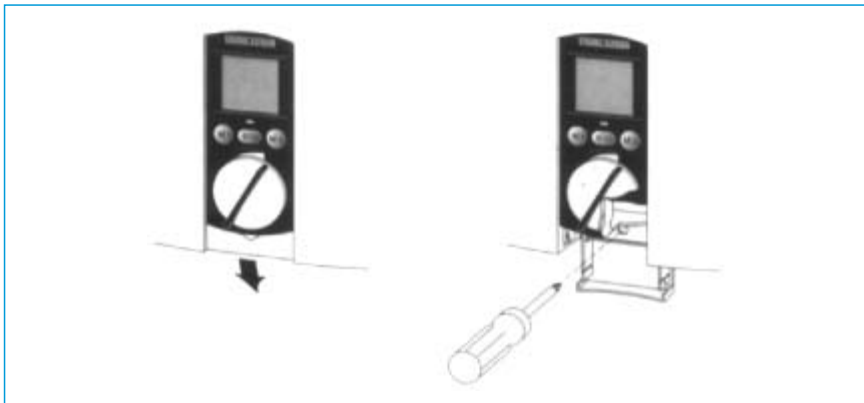

Fig. 11
- ▶ Abrir la tapa (fig. 11).
7. Apoyar la tapa por abajo y encajarla. Apretar el tornillo y cerrar la tapa de cubierta (fig. 11).